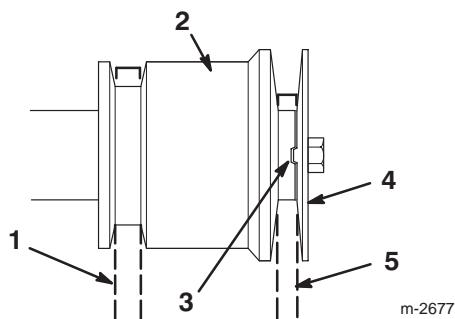

Bild 30
Hinweis: Stellen Sie sicher, dass der Fahrantriebsriemen nirgendwo eingeklemmt ist (Bild 30).
15. Bringen Sie die Motorantriebsscheibe an. Achten Sie dabei darauf, dass die Indexrippe in der Motorantriebs- scheibe auf die Indexkerbe in der Motorriemenscheibe abgestimmt ist (Bild 30).
16. Bringen Sie die Scheibe, Sicherungsscheibe und die Kurbelwellenschraube an, mit denen die Motorriemenscheibe befestigt ist (Bild 30).
Hinweis: Stellen Sie sicher, dass der Fahrantriebs- riemen von Schnecke/Gebläserad nirgendwo einge- klemmt ist (Bild 30).
- Hinweis:** Achten Sie darauf, dass die Indexrippe in der Motorriemenscheibe auf die Indexkerbe der mittleren Motorriemenscheibe ausgerichtet ist. Spannen Sie die Ventile nicht zu fest (Bild 30).